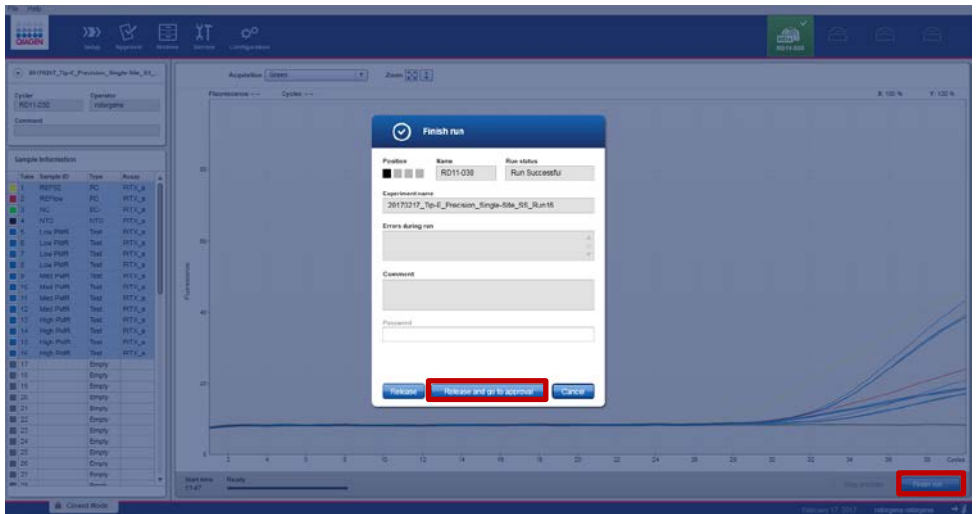

Figura 12. Duración de la serie.
2. Después de hacer clic en "Finish run", introduzca la contraseña y haga clic en "Release and go to approval" (Liberar y pasar a aprobación) (Figura 12).